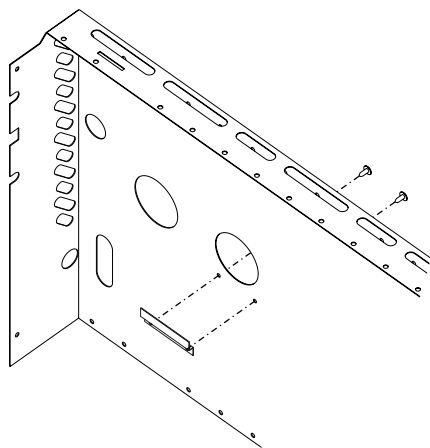

Figure 1
1. Fixer le support d'arrêt de tuyau sur le capot arrière à l'aide de deux vis Phillips à tête cylindrique n° 8 x 3/8 po. **Voir Figure 1.**